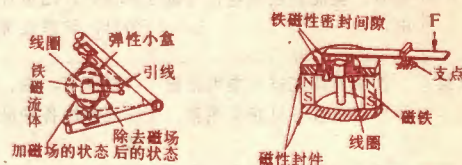

图10 人造筋肉和人工假肢
7. 医学上的应用 铁磁流体在医学上的应用可分为两个方面,一是人工假肢;另一是磁性药液。图10是设想的人造筋肉和人工假肢的设计,图(a)中的弹性小盒充有铁磁流体,改变线圈中的电流,弹性小盒就变换形状,就像筋肉的伸缩一样;图(b)是抑制假肢振动的结构。